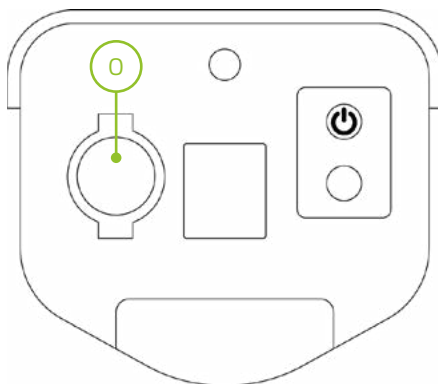

FIG. 12
3. Collegare il carica batterie in dotazione con l'apposito spinotto (Rif. 0 - Fig. 12);